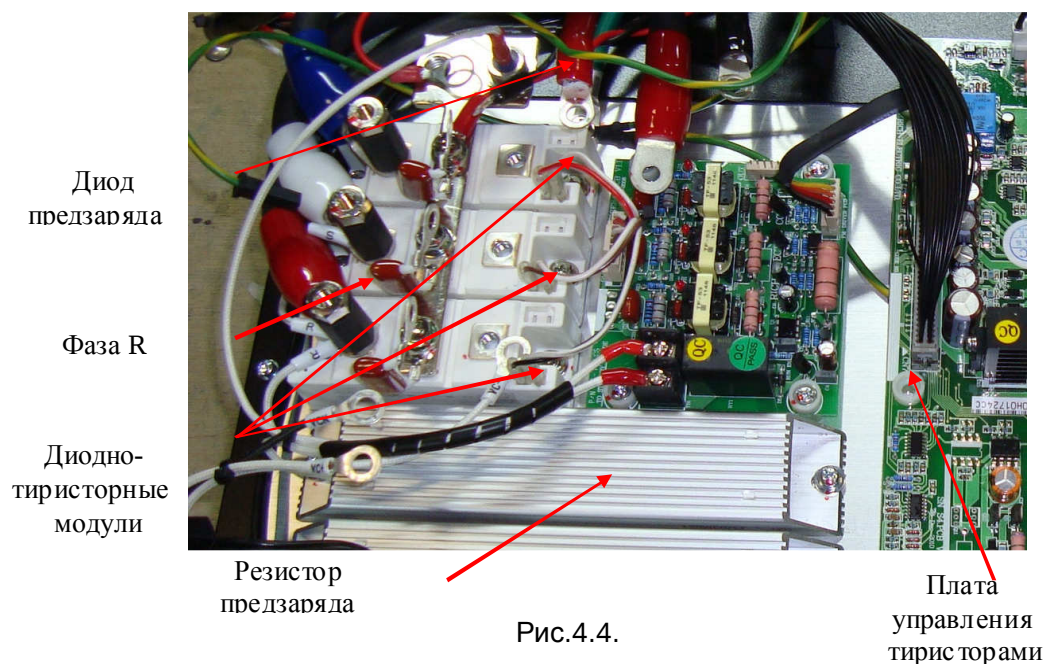

Рис.4.4.
4.7.1. Демонтировать пульт управления, плату ЦП, плату варисторов и блок конденсаторов в соответствии с разделом 5. Расположение платы управления диодно-тиристорными модулями (выпрямителем) и самих модулей показано на рис. 4.4.